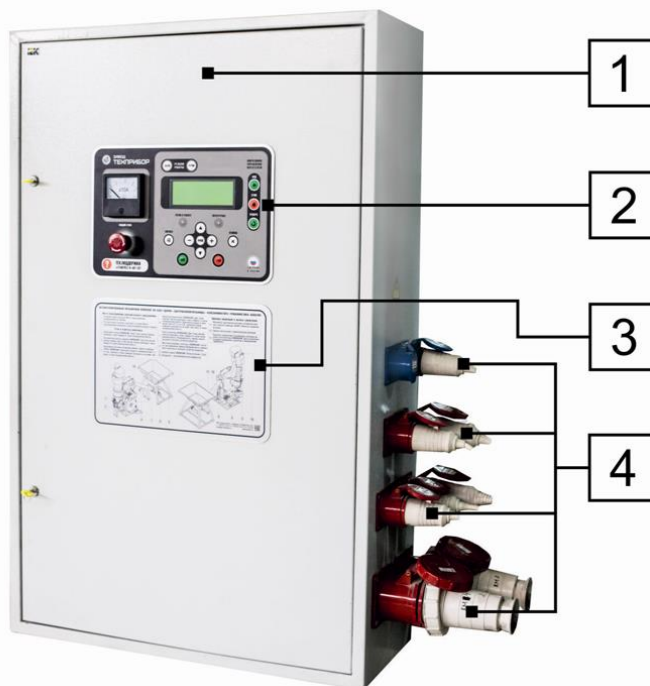
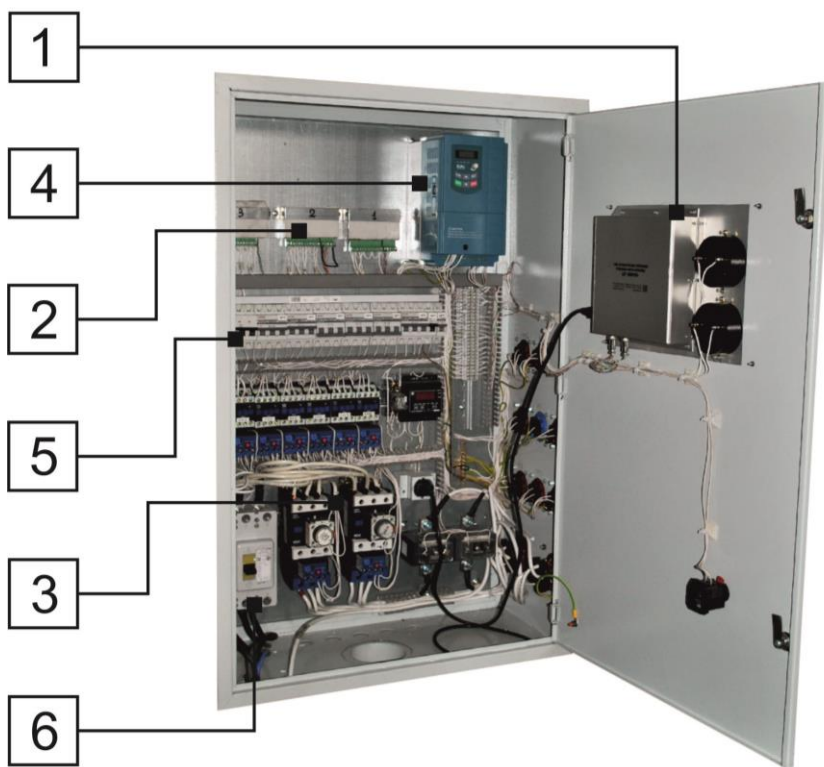
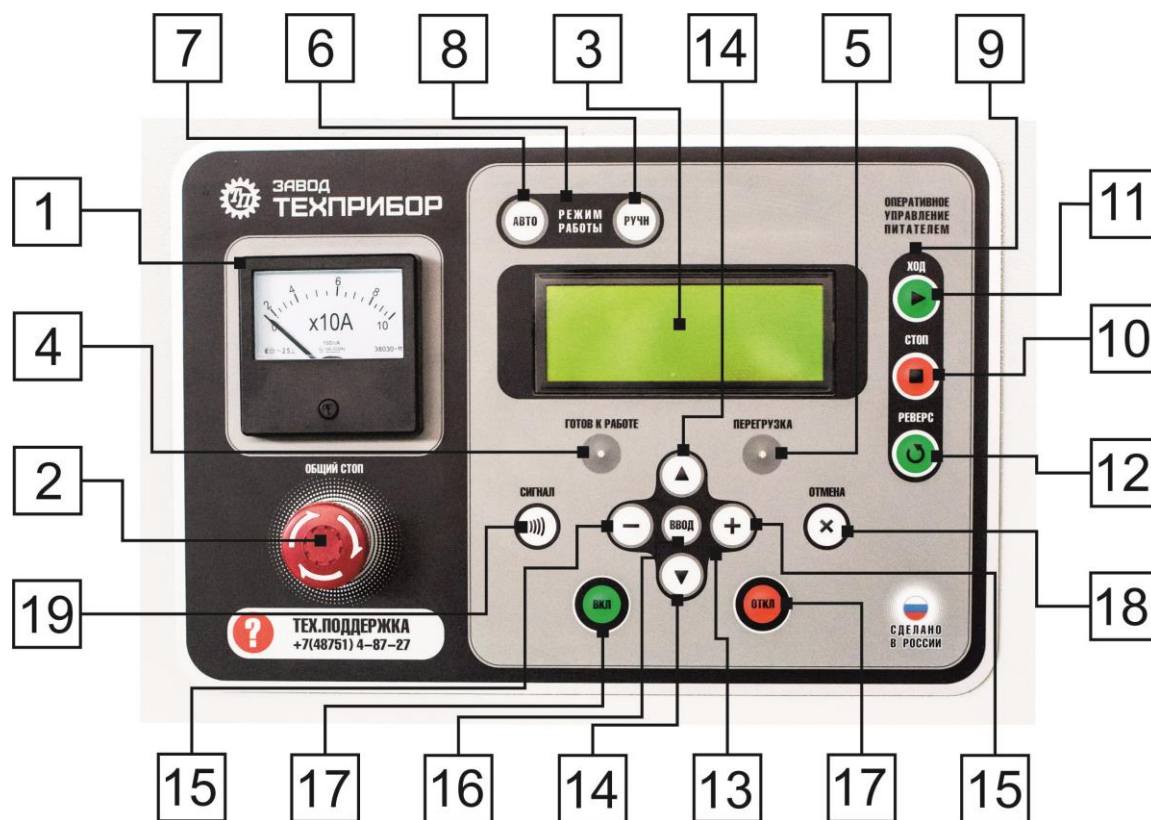
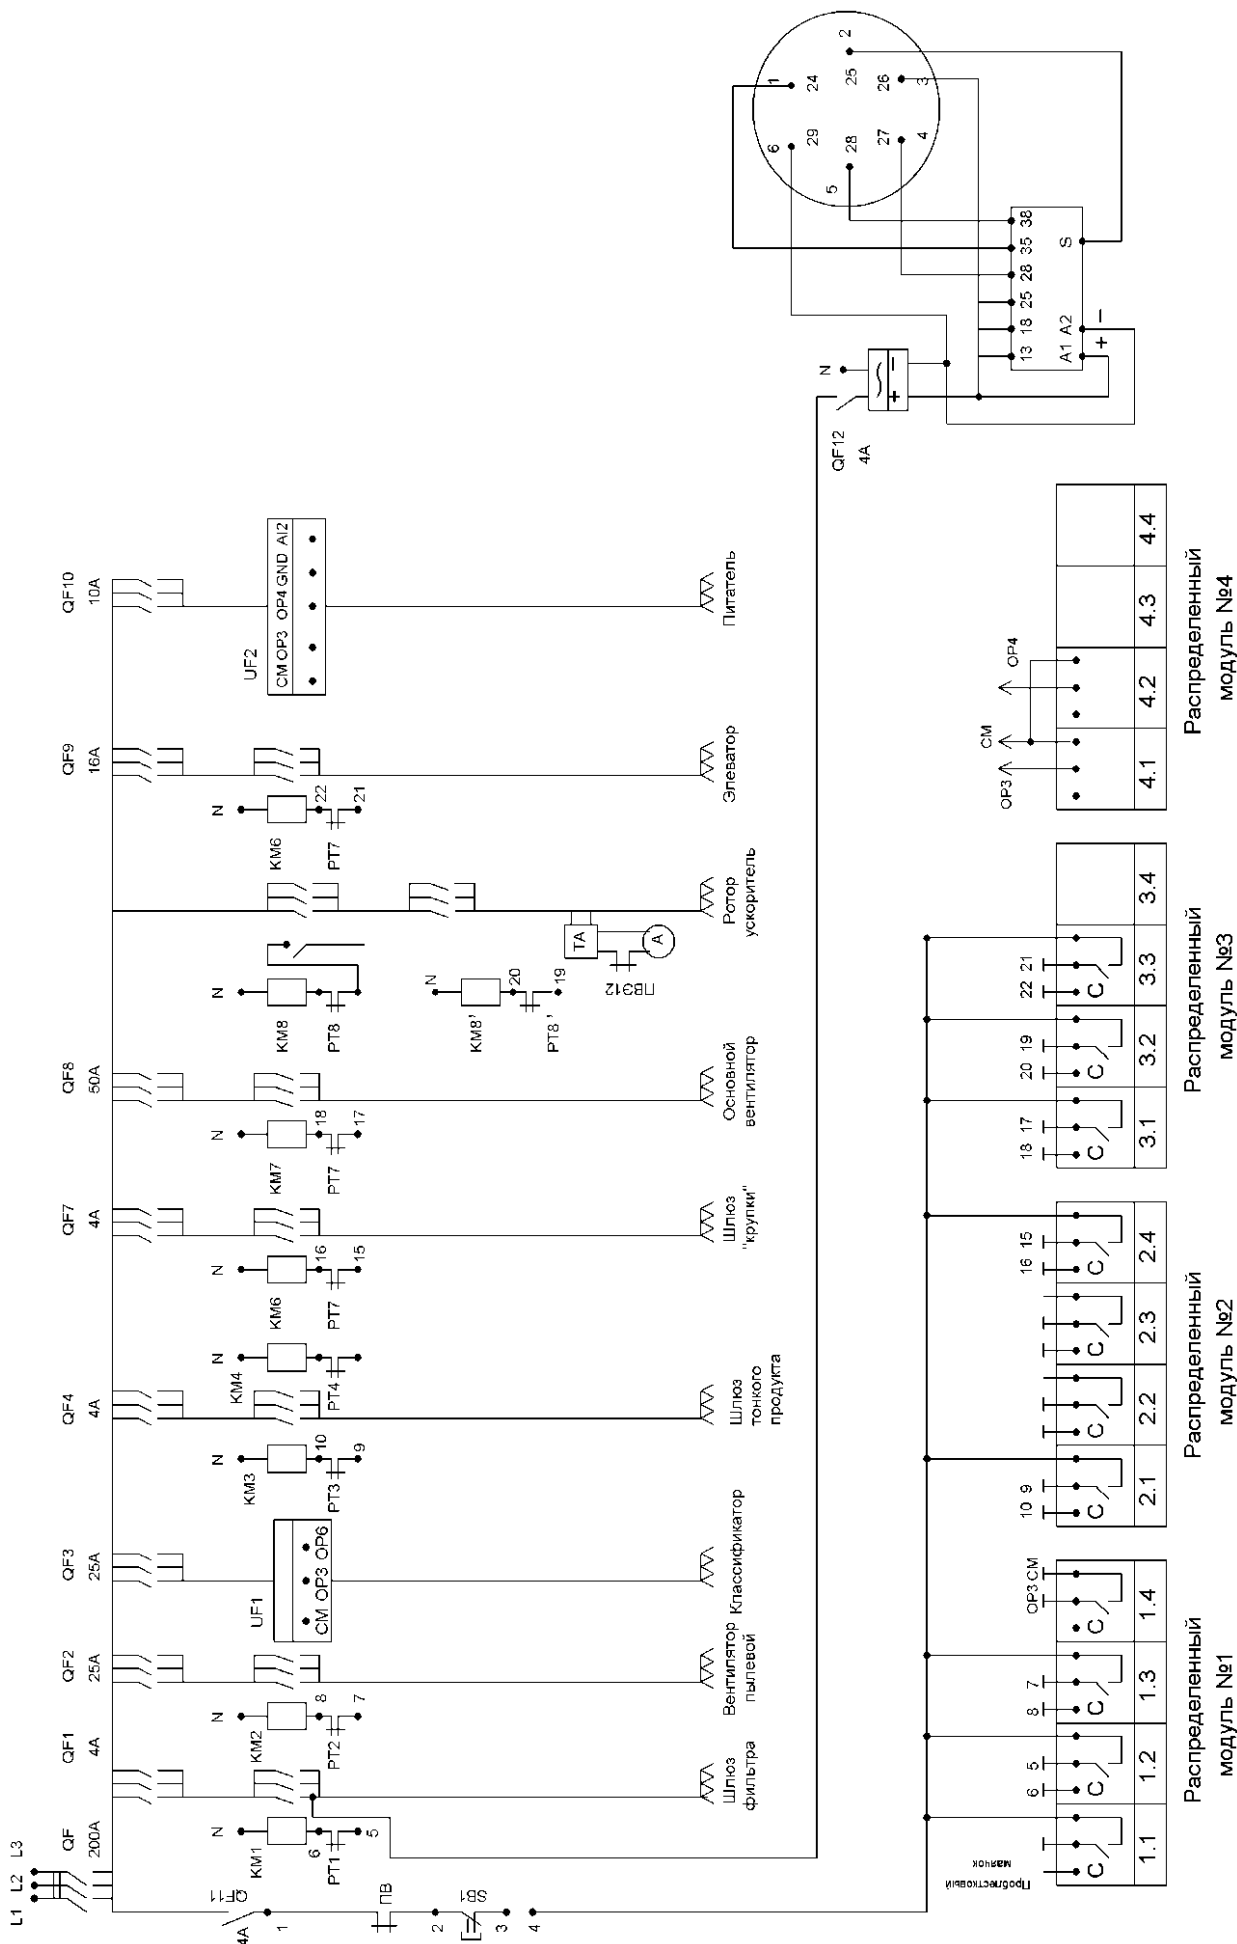

Рис. 18 Внешний вид выносного электрического пульта
Рис. 19
Рис. 20
Рис. 21 Схема электрическая принципиальная
Внешний вид выносного электрического пульта с блоком автоматического управления режимами работы изделия БАУ «МИКРОН» представлен на Рис. 18, внутреннее устройство на Рис. 19, лицевая панель с элементами управления на Рис. 20, схема электрическая принципиальная на Рис. 21, перечень использованных электрических компонентов содержится в таблице 3, рекомендованные сечения питающих проводов ПВС в таблице 4.
Выносной электрический пульт с блоком автоматического управления режимами работы изделия БАУ «МИКРОН» (далее по тексту – пульт БАУ) (Рис.18) состоит из щита (1), лицевой панели управления (2) с жидкокристаллическим дисплеем, мнемосхемы (3), стационарных розеток (4).
Внутри щита (Рис.19) расположен основной блок (1), распределенные модули (2), пусковая аппаратура (3), частотные преобразователи (4), автоматические выключатели (5), вводной защитный автомат (6).
Рис. 21. Элементы управления пульта БАУ вынесены на лицевую панель и интуитивно понятны. На панели компактно размещены следующие элементы управления и индикации: